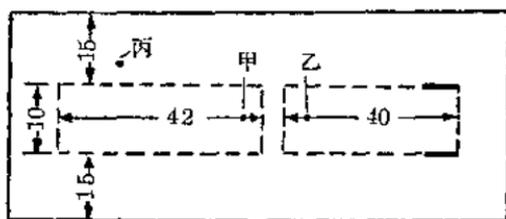
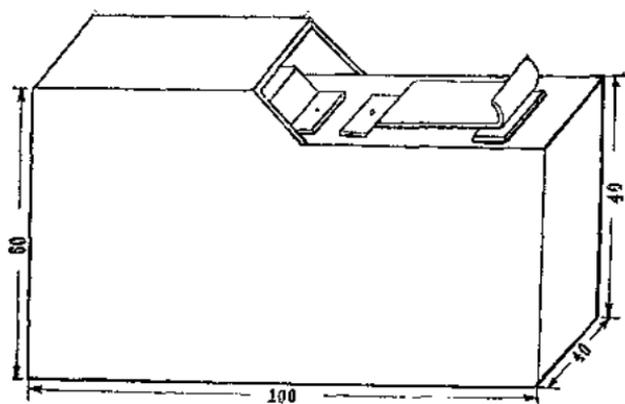

图 5
图 7
4. 取一块 40×100 [毫米]² 的三夹板，在右端按图 5 所示的位置，用刻刀划穿两道长约 7 毫米的狭缝；两条狭缝之间
的距离为 10 毫米。将图 2 中的口形铁皮插入缝中。为了使口形铁皮能够稍为高出一些,可以用厚 1~2 毫米的橡皮垫在口形铁皮的下面,然后在三夹板的反面将多出来的铁皮左右弯折,将口形铁皮固定在三夹板上。最后将图 2 中的另一块铁皮按图 5 右边所示的虚线位置钉下。这样电键部分就做成了,如图 7 中的外露部分。将图 4 所示的两块铁皮按图 5 左边所示的虚线位置,在甲点上将它们钉下。然后在铜触点旁边的丙点(图 5)上,用钢丝钳钳住一枚大头针,慢慢地插穿三夹板,使大头针穿出在三夹板上,再将大头针弯过两个直角,使大头针与铜触点相接触。
6. 为了牢固和美观起见,可在蜂鸣器的外面按图 7 的尺寸和形状钉一个木匣,使匣底可放一节干电池。